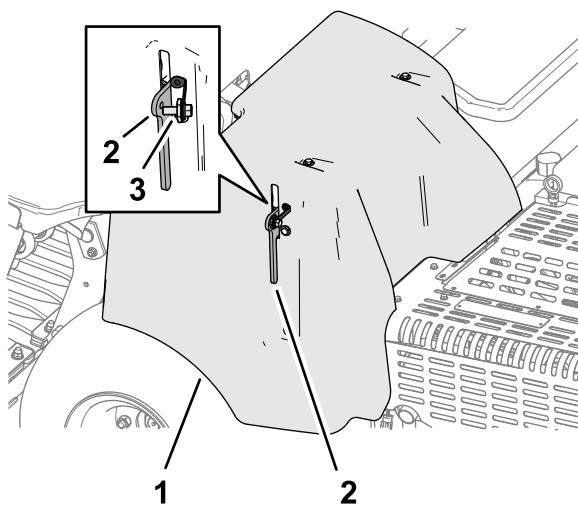

Рисунок 147
4. Если ваша машина оснащена стропом фиксатора крышки ремня в соответствии с требованиями ЕС, вставьте болт стропа в отверстие фиксатора крышки и затяните болт (Рисунок 147).